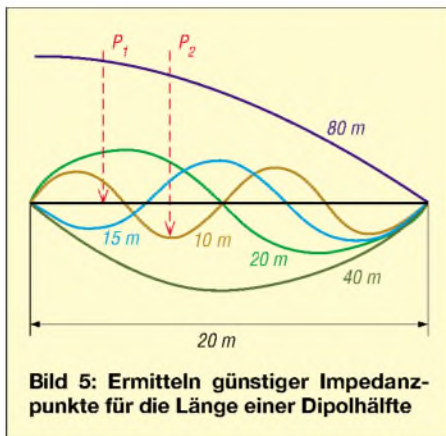

Bild 5: Ermitteln günstiger Impedanzpunkte für die Länge einer Dipolhälfte
Dazu führen wir uns Bild 5 vor Augen. Man nimmt sich einen Bogen Millimeterpapier und trägt vom Ende eines Dipolastes (E) die Stromverteilung für die gewünschten Bänder auf. Wir gehen davon aus, daß am Ende des Dipols immer ein